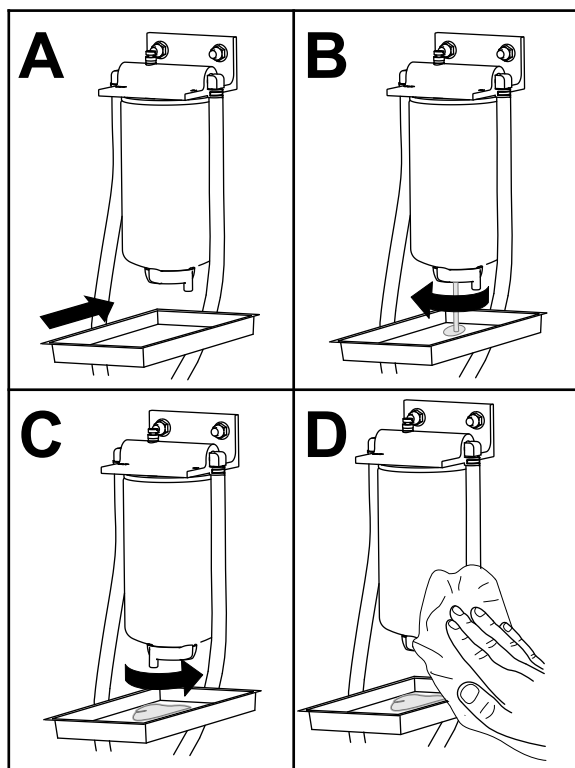

Figura 86
1. Drene el agua del separador de agua/combustible tal y como se muestra en la Figura 86.